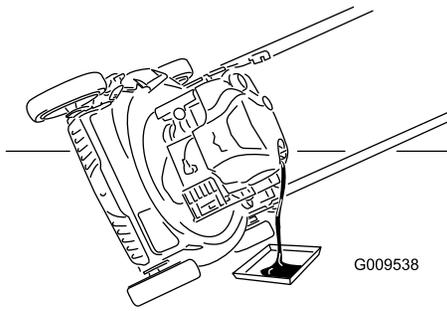

Bild 20
7. Kippen Sie die Maschine zur Seite, der Einfüllstutzen zeigt nach unten, um das Altöl über den Einfüllstutzen in eine Auffangwanne abzulassen (Bild 20).